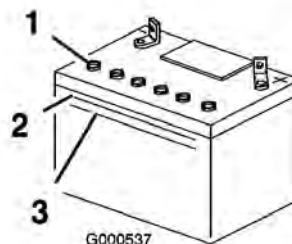

Bild 35
2. Sehen Sie sich die Seite der Batterie an. Der Füllstand muss bis zur oberen Linie reichen (Bild 35). Der Säurestand darf nicht unter die untere Linie fallen (Bild 35).
3. Entfernen Sie die Entlüftungsdeckel von der Batterie (Bild 35).
4. Gießen Sie langsam destilliertes Wasser in jede Batteriezelle, bis der Säurestand die obere Linie (Bild 35) am Batteriegehäuse erreicht.
5. Warten Sie nach dem Füllen der Batteriezellen fünf bis zehn Minuten. Gießen Sie bei Bedarf destilliertes Wasser in jede Batteriezelle, bis der Säurestand die obere Linie (Bild 35) am Batteriegehäuse erreicht.